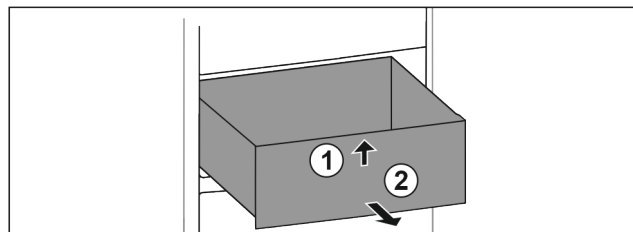

Fig. 60
- ▶ Lade aan de voorkant optillen. Fig. 60 (1)
- ▶ Lade naar voren toe verwijderen. Fig. 60 (2)